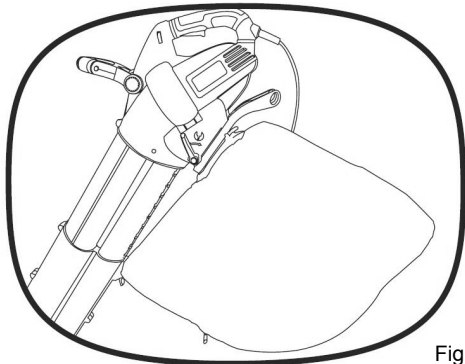

Fig. 5
2. Asegúrese de que la bolsa de recolección esté adjunta. Vea la Fig. 5